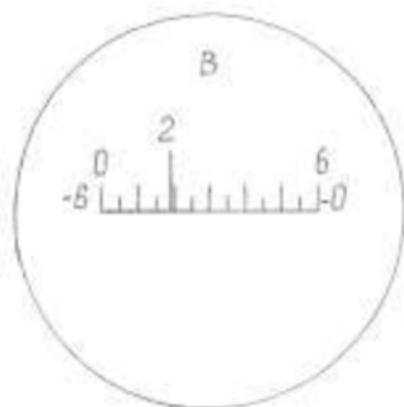
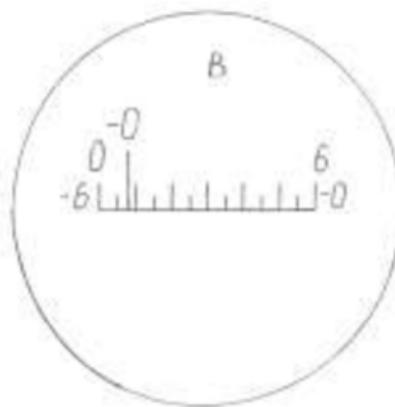

Рис. 11.
Рис. 12.
- количество минут определяется по шкале от ее нуля до градусного штриха вертикального круга. При этом, если градусный штрих положителен, то количество минут считается слева направо от 0 шкалы до этого штриха, и прибавляется к градусам. Отсчет будет положительным. Например, на рис. 11 отсчет равен $+2^{\circ}19'$. Если градусный штрих вертикального круга отрицателен, то количество минут считается справа налево от -0 до градусного штриха и прибавляется к градусам; отсчет будет отрицательным. Например, на рис. 12 отсчет равен $-0^{\circ}52'$.